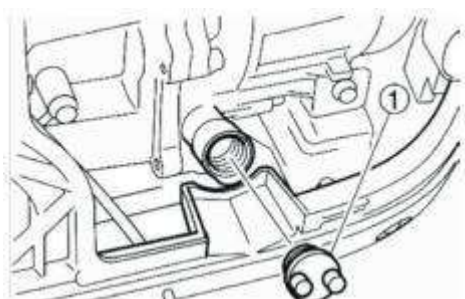

Figura 2
Coloque el generador sobre una superficie nivelada. NO incline el generador mientras agrega aceite. Puede causar que se sobrellene el aceite y/o que el aceite se derrame en áreas en las que no está previsto. Retire el tapón de llenado de aceite ① (véase la figura 2)